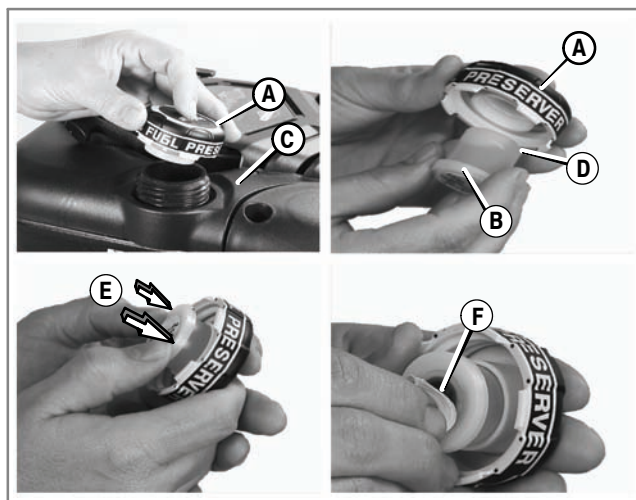

Figura 5
1. Togliere il tappo del carburante (A) dal serbatoio (C) (Figura 5).
2. Inserire l'estremità più piccola (D) della cartuccia (B) nel tappo.
3. Premere (E) fino a bloccare con uno scatto la cartuccia nel tappo.
4. Tirare la linguetta (F) per rimuovere la membrana di chiusura.